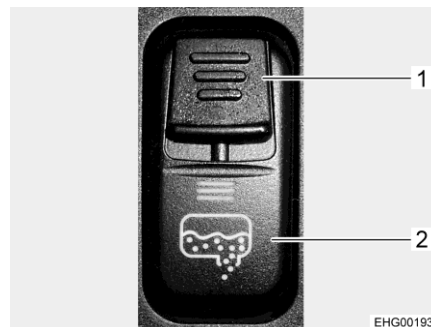

Fig. 156 Commutateur à bascule (robinet de vidange)
Le robinet de vidange du réservoir d'eaux usées s'ouvre et se ferme au moyen d'un commutateur à bascule situé sur la console de commutateurs dans la cabine de conduite. Pour empêcher toute ouverture par inadvertance du robinet de vidange, le commutateur à bascule est doté d'une sûreté (Fig. 156,1). Le tuyau de purge avec raccord pour tuyau d'évacuation se trouve sous le véhicule.
- Pousser la sûreté (Fig. 156,1) se trouvant sur le commutateur à bascule (Fig. 156,2) vers le bas et presser simultanément ce dernier. Cela ouvre la vanne pour eaux usées et le réservoir d'eaux usées se vide alors. La DEL reste allumée tant que le robinet d'évacuation des eaux usées est ouvert.
- Refermer le robinet de vidange une fois que les eaux usées se sont complètement écoulées. Appuyer pour ce faire sur la partie supérieure du commutateur de commande (Fig. 156,1).